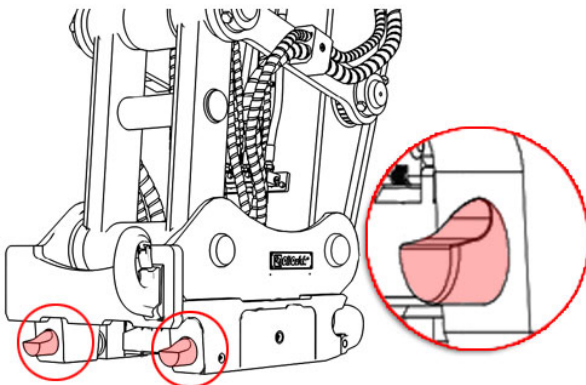

Abbildung 134: H-Zylinder in verriegeltem Zustand
- Der Lasthaken darf nur innerhalb seines **Hebereichs** belastet werden (siehe *Abbildung 134*).